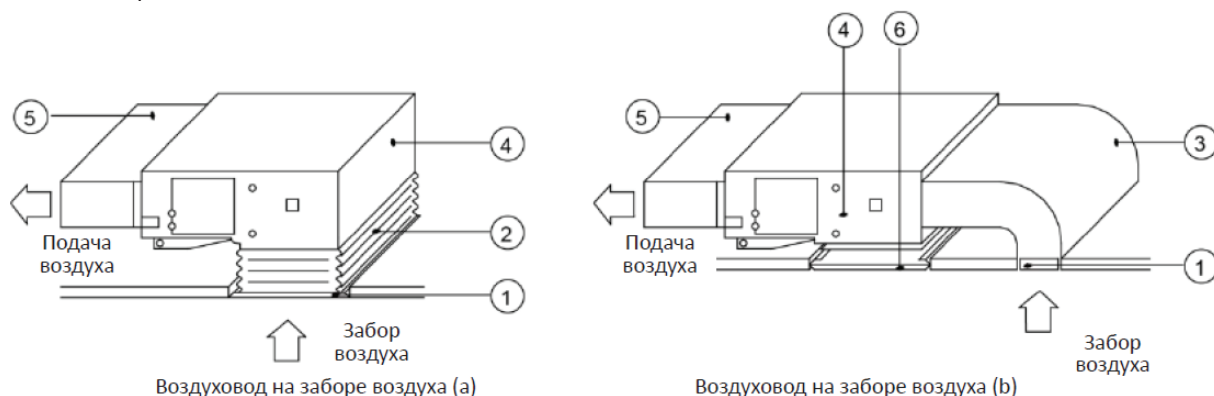

Рис. 5.4.5
- (2) Если на объекте требуется забор воздуха снизу, то прямоугольный фланец и заглушку воздухозаборного отверстия следует поменять местами.
- (3) Присоединить один торец воздухозаборного воздуховода к воздухозаборному отверстию заклепками, а второй — к воздухозаборной решетке. Для более удобного регулирования высоты можно предусмотреть секцию канала из брезента. Ее можно будет армировать и закрепить железной проволокой типоразмера 8.
- (4) При заборе воздуха снизу уровень шума будет выше, чем при заборе с тыльной стороны. Поэтому для снижения уровня шума рекомендуется предусмотреть шумоглушитель и камеру статического давления.
- (5) Методика изоляции зависит от конструкции системы и от потребностей технического обслуживания (см. рис. 5.4.5).